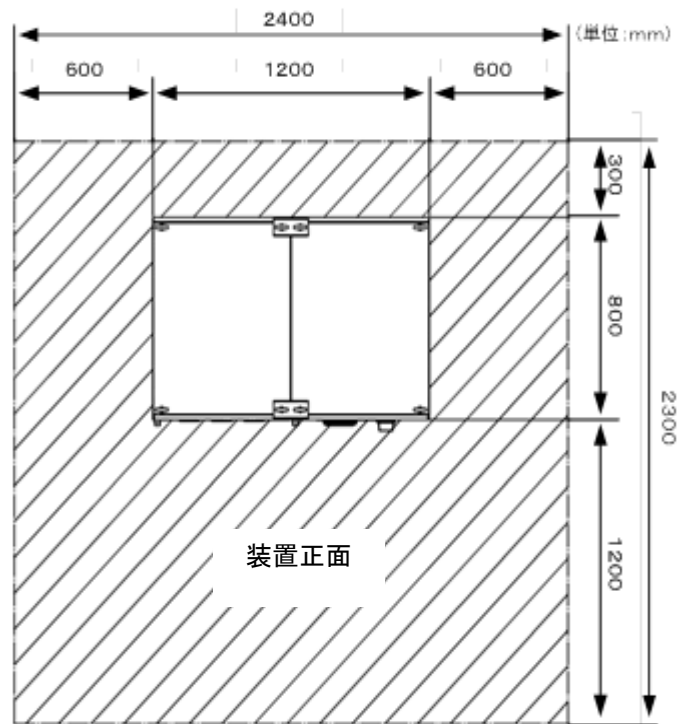
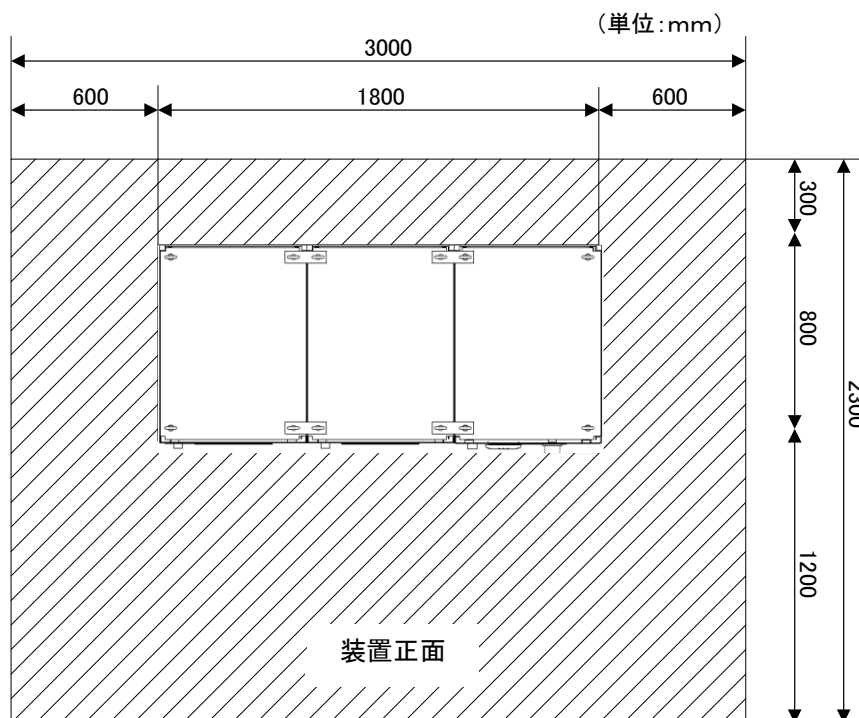

図 4.1 保有距離
図 4.2 保有距離
- 図 4.1、図 4.2 に記載された保有距離に荷物が無いことを確認してください。